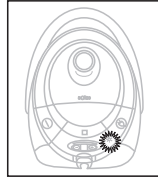

Fig.5
- Cuando el indicador luminoso (30) comienza a parpadear informa de la necesidad de cambiar la bolsa de papel por una nueva. En ocasiones, el indicador (30) puede activarse a causa de algún objeto atrapado en la manguera o en algún accesorio. Para conocer si esto ha ocurrido, desconecte el aspirador, extraiga la manguera y vuelva a conectar el aspirador. Enciéndalo y si el indicador luminoso (30) no está encendido, proceda al limpiado del objeto que obtura el tubo flexible o el accesorio que está usando. **Fig. 5**
- Cuando necesite cambiar la bolsa contenedor de polvo (7) por una nueva desconecte el aspirador y actúe de la siguiente manera:
- 1.- Presione el pulsador de apertura de la bolsa-contenedor de polvo (5) y levante la tapa.